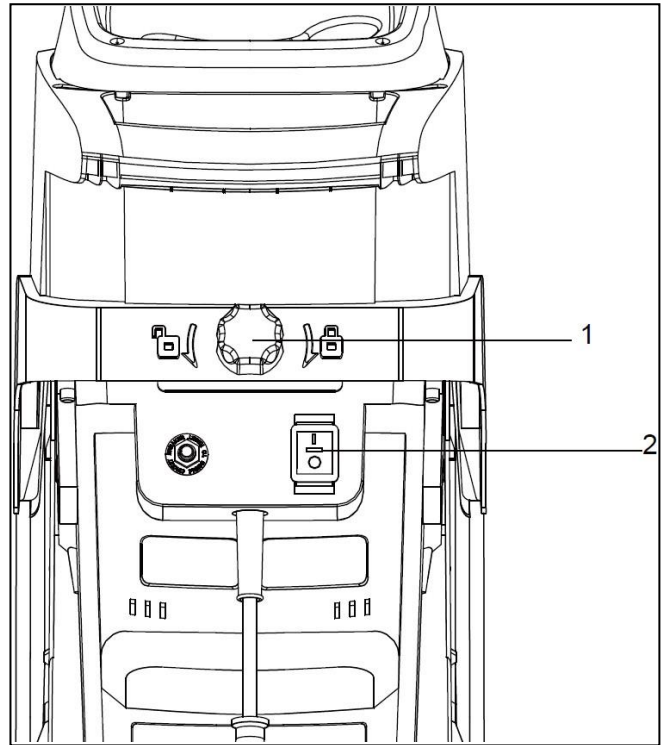
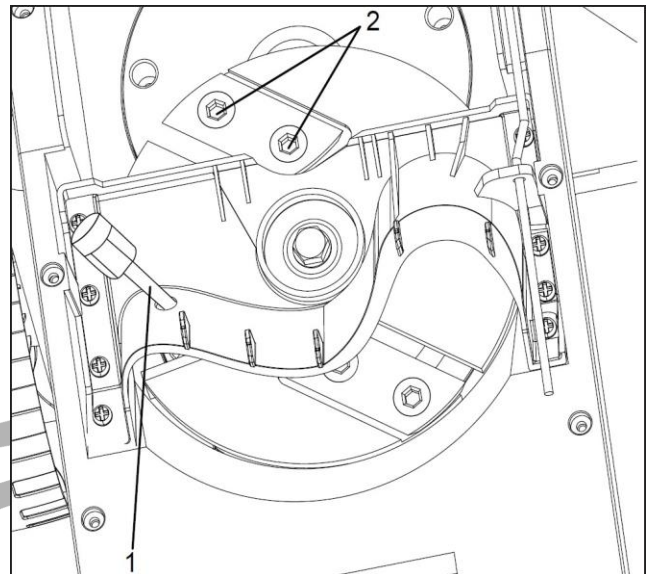

Fig. 4
Fig. 5
2. Verificare che la tramoggia sia vuota. Chiudere bene la tramoggia ruotando la manopola di blocco della tramoggia (Fig. 4 - 1) in senso orario. Il trituratore non funziona se la tramoggia è aperta o non completamente chiusa.
4. Collegare il trituratore a una fonte di alimentazione e portare l'interruttore di alimentazione in posizione ON (Fig. 4 - 2).
6. Inserire lentamente il materiale da tritare nella tramoggia attraverso lo scivolo di alimentazione (Fig. 5). Tenere i rami a distanza di sicurezza dallo scivolo di alimentazione fino a quando non vengono automaticamente trascinati nel trituratore.
1. Per riavviare il trituratore, premere prima il pulsante di reset (Fig. 4 - 1). Quindi portare l'interruttore di alimentazione in posizione di accensione.
2. Svitare completamente il pomello di bloccaggio della tramoggia (Fig. 4 - 1) fino a farlo scattare. Aprire la tramoggia per accedere alla testa di taglio (Fig. 5).
4. Ruotare la testa di taglio in modo che appaia come illustrato nella Fig. 5. Per evitare che la testa di taglio ruoti durante il cambio della lama, inserire un'asta attraverso il foro della protezione della lama (Fig. 5 - 1) e la fessura nella testa di taglio.
6. Ogni lama è fissata con due bulloni esagonali (Fig. 5 - 2). Rimuovere la lama dal bordo interno della protezione della lama, dove è possibile accedere a entrambi i bulloni esagonali.